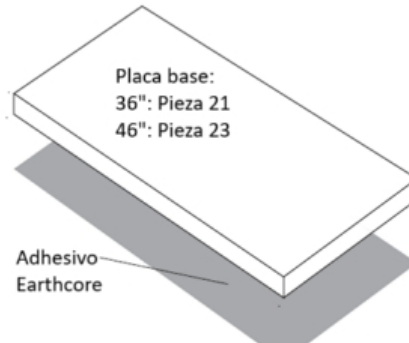

FIGURA 9
1. Coloque las placas base en una capa completa de Earthcore Adhesive sobre una superficie de soporte nivelada. Consulte la página 11 para conocer el sistema de piso de soporte. (Figura 9). No coloque la placa base de modo que quede dentro del tramo.